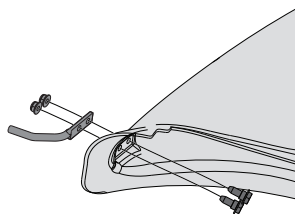

Figura 14
1. Desde el interior de la bota, coloque los dos tornillos de cabeza hexagonal (738-1225) a través de los orificios en la parte inferior delantera de la bota. Consulte la Figura 14.
2. Coloque la varilla de montaje (747-06043) en su lugar sobre los tornillos de cabeza hexagonal. Asegúrese de que la punta de la varilla esté hacia afuera desde la bota. Consulte la Figura 14.
3. Comience a enroscar las dos tuercas de seguridad de la brida (712-04064) en los tornillos de cabeza hexagonal. Consulte la Figura 14.